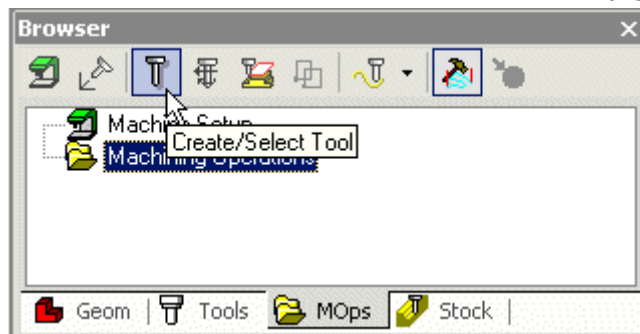

Figura 8. Alegerea sculei
1. Înainte de inserarea operației în structura arborescentă **Machining Operations**, se procedează la alegerea sculei active, conform procedurii descrise anterior, cu ajutorul comenzii **Create/Select Tool**, lansată din meniu sau din fereastra **Browser** (figura 8.).